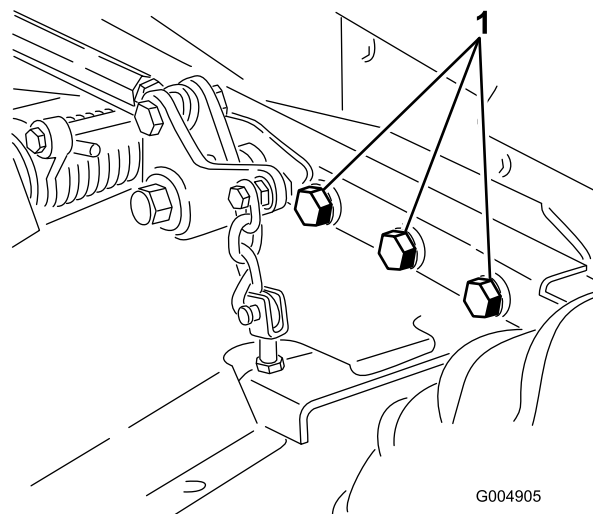

Figura 77
4. Verifique todos os dispositivos de fixação para ver se estão soltos e aperte-os conforme necessário. Aperte especialmente os 6 parafusos que prendem a estrutura da plataforma do cortador à unidade de tracção (Figura 77) com 359 Nm.